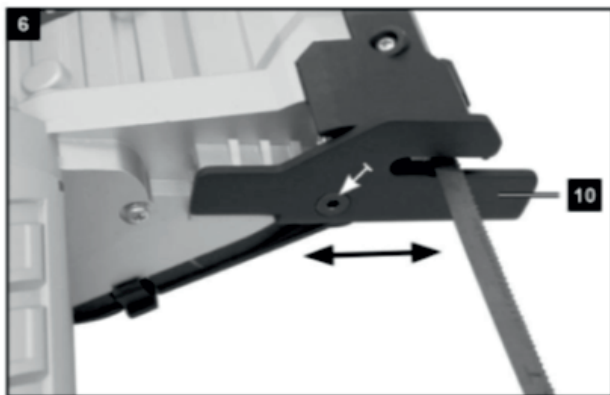

Рис. 6
1. Скорость машины можно установить от 0,7 м / с до 2,2 м / с, поворачивая колесо настройки скорости (4).
2. Поворачивая колесо установки скорости (4) в сторону цифры 6, вы увеличиваете скорость, а поворот в сторону 1 снижает скорость.
Регулировка стопора детали (10) (рис.6)
Если упор заготовки должен упираться в препятствие в конце реза, ослабьте винт (см. рис.6) и сдвиньте упор заготовки (10) вверх.